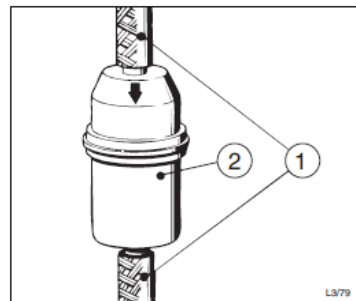

Abb. 38 – Kraftstofffilter
- Die Zufuhrleitung („1“) von dem Filterkörper („2“) abziehen (abb. 38). Ein neues Kraftstofffilter einbauen. Bei diesem Einbau auf das Pfeilzeichen der Durchflussrichtung achten. Diese Richtung ändert sich je nach Anordnung des Behälters (OBEN oder UNTEN). In der Einbaulage sollte der Durchfluss horizontal sein.